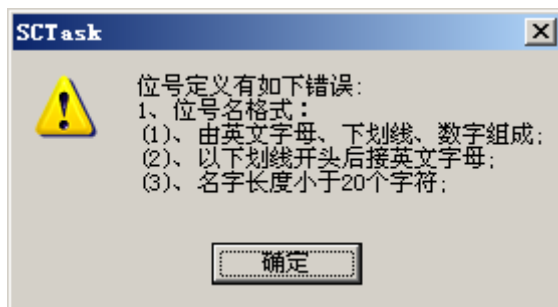

图 3-2 位号名错误提示框
- 位号名：位号命名。由英文字母、下划线、数字组成；以下划线开头后接英文字母；名字长度小于 20 个字符。若命名错误，则在切换标签页或点击“确定”时系统会出现提示框，如图 3-2 所示。若不以下划线开头，系统会自动在位号名开头添加下划线。